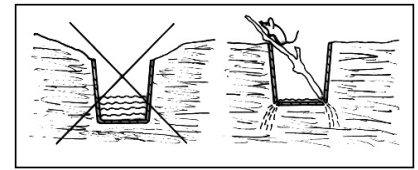

Bild 4
1. In die Fanggefäße (Eimer) sollten, in den Boden zwei oder drei Löcher gebohrt werden, damit eventuell eintretendes Regenwasser abfließen kann. Auch muss ein Ast o.ä. in die Eimer gestellt werden, damit eventuell eingefallene Kleinsäuger entweichen können (siehe hierzu Bild 4).